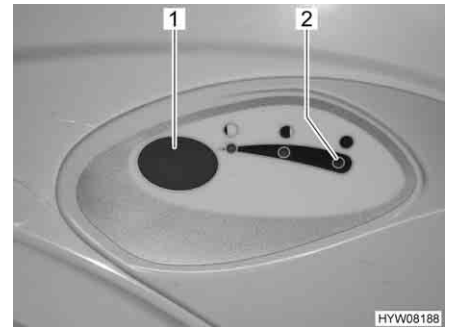

Fig. 223 Bouton pour la chasse d'eau/
- Pour actionner la chasse d'eau, appuyer sur le bouton bleu (Fig. 223,1).
Le voyant de contrôle (Fig. 223,2) s'allume lorsque le réservoir pour matières fécales doit être vidé.